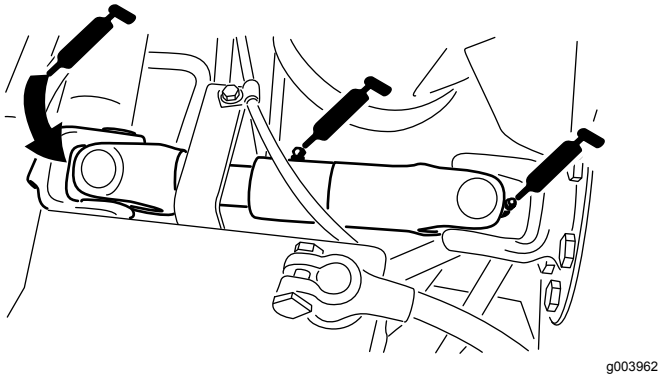

Figura 60
- Giunto ad U del semiasse fra motore e pompa (3)—Figura 60